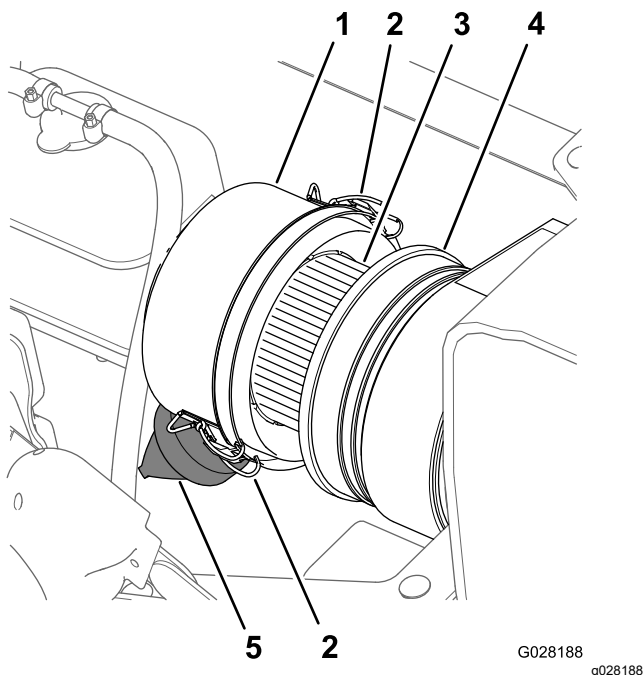
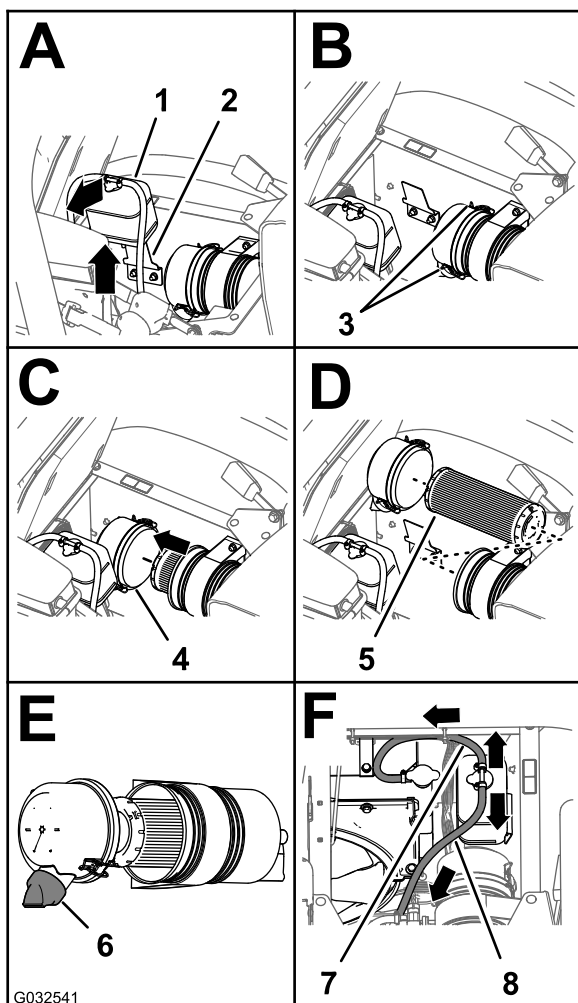

Figure 76
Figure 77
3. Nettoyez le capuchon antipoussière et le boîtier du filtre à air (Figure 76).
4. Recherchez sur le boîtier du filtre à air des dommages susceptibles d'occasionner des fuites d'air (Figure 76).
5. Pressez la valve à poussière pour éliminer les saletés, la poussière et les débris (Figure 76).
7. Vérifiez que l'élément du filtre à air ne présente pas de dépôts excessifs de poussière, saleté ou débris (Figure 76).
8. Reposez le capuchon antipoussière sur le boîtier du filtre à air et fixez-le en place avec les 2 attaches (Figure 76).
2. Nettoyez le capuchon antipoussière et le boîtier du filtre à air (Figure 76).
3. Soulevez le réservoir de trop-plein de liquide de refroidissement pour le déposer de son support (Figure 77).
- Desserrez les 2 attaches qui fixent le capuchon antipoussière sur le boîtier du filtre à air (Figure 77).
- Nettoyez l'intérieur du capuchon antipoussière, du boîtier du filtre à air et de la valve à poussière avec un chiffon humide (Figure 76 et Figure 77).
- Insérez l'élément filtrant neuf dans le boîtier du filtre à air (Figure 77).
- Reposez le couvercle sur le boîtier du filtre à air et fixez-le en place avec les 2 attaches (Figure 77).
Remarque: Vérifiez que la valve à poussière s'aligne bien entre les positions 5 et 7 heures vu de l'extrémité (Figure 77).
- Placez le réservoir de trop-plein du liquide de refroidissement en face de son support et fixez solidement le réservoir (Figure 77).
Important: Vérifiez que le flexible de décharge de pression est dirigé vers l'avant et le bas et que le flexible d'évent du réservoir est dirigé vers l'arrière, comme montré à la Figure 77.